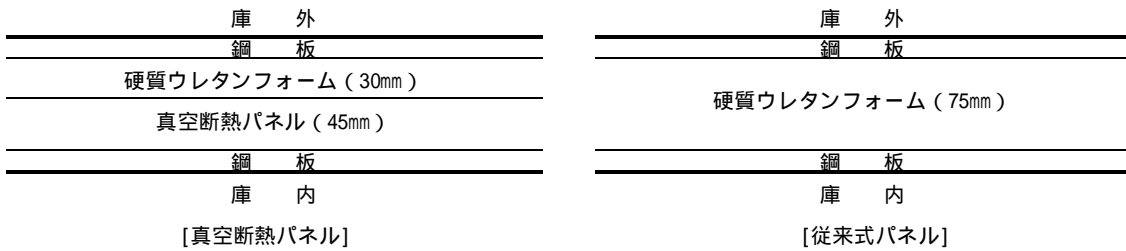

図3 断熱パネル構造 (断面) 図
(2) 一般の簡易予冷库の断熱材として使用される硬質ウレタンフォームパネル(以下、従来式パネル)に、真空断熱材を組み合わせた「真空断熱材組込式硬質ウレタンフォームパネル」(以下、真空断熱パネル)を開発した(図3)。